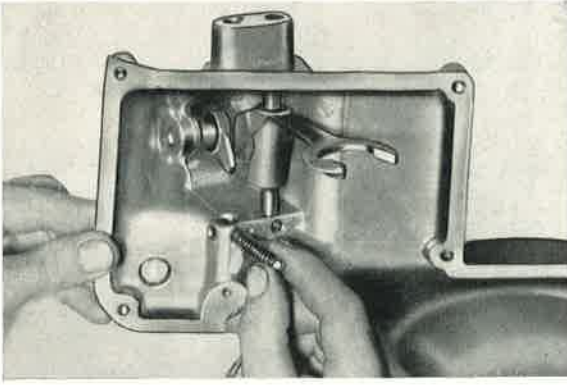

Bild 341: Beim Einsetzen der Feder und Kugel für die Gangarretierung des 2. und 3. Ganges darauf achten, daß die Kugeln für die Gangsperre nicht herausfallen.
6. Feder und Kugel für Arretierung des 2. und 3. Ganges einsetzen. Hierdurch werden die beiden Kugeln für Gangsperre gesichert (Bild 341).